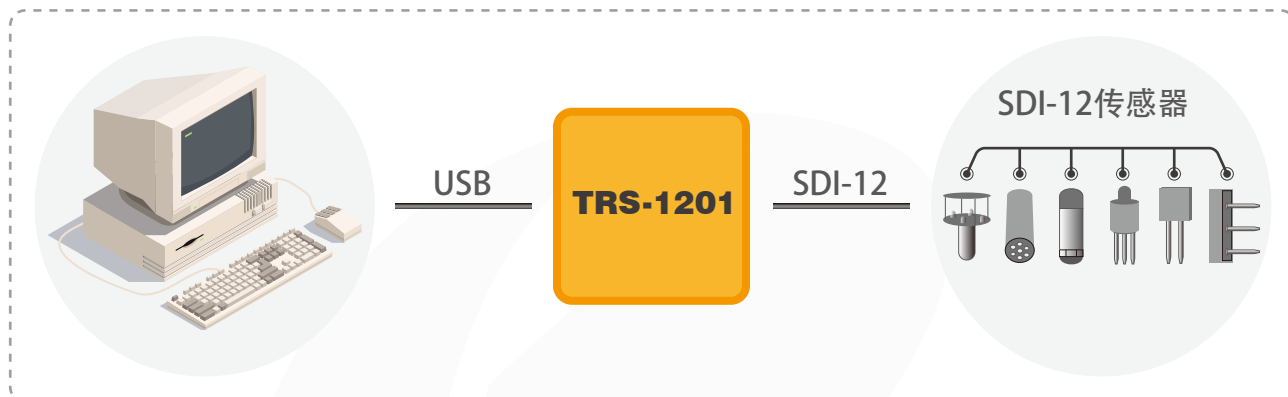

图3. 转换器硬件连接图
- 参考图3连接好设备后在设备管理器可查看当前端口号为COM11